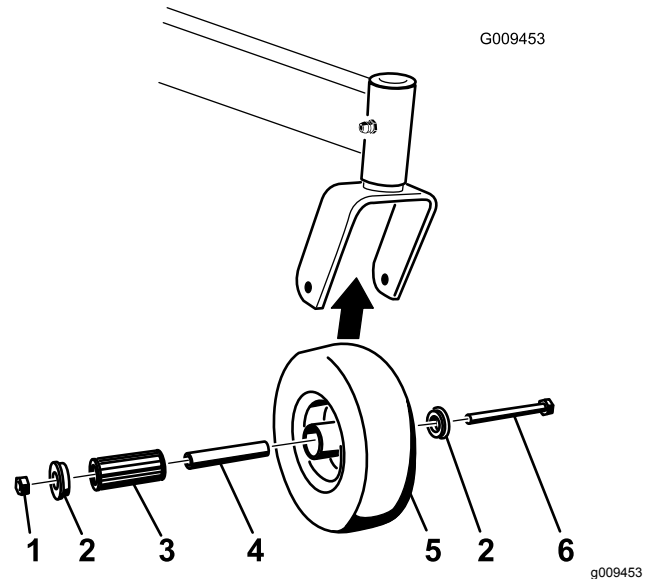

図 60
1. キャスタホイールをキャストフォークに保持しているボルトとロックナットを外す 図 60。
2. ブッシュをひとつ外し、次にスパナブッシュとローラベアリングをハブから外す 図 60。
3. ハブについているもうひとつのブッシュも外し、ハブについているグリスや汚れを除去する 図 60。
**注** 破損したり磨耗したりしている部品は交換する 図 60。
5. ホイールハブにブッシュを一つ入れる 図 60。
6. ローラベアリングとスパナブッシュにグリスを塗って、ホイールハブに取り付ける 図 60。
7. ハブにもうひとつのブッシュを入れる 図 60。
8. キャスタホイールをキャストフォークに取り付け、ホイールボルトとロックナットで固定する 図 60。
9. スパナブッシュがキャストフォーク内部に当たるまでロックナットを締め付ける 図 60。